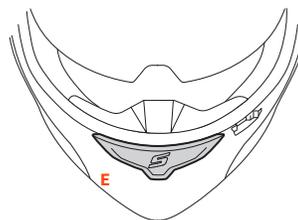

FIGURA 3
**PRESA D'ARIA FRONTALE MENTONIERA – E – Figura 3/4**
- Figura 3: presa d'aria completamente chiusa.